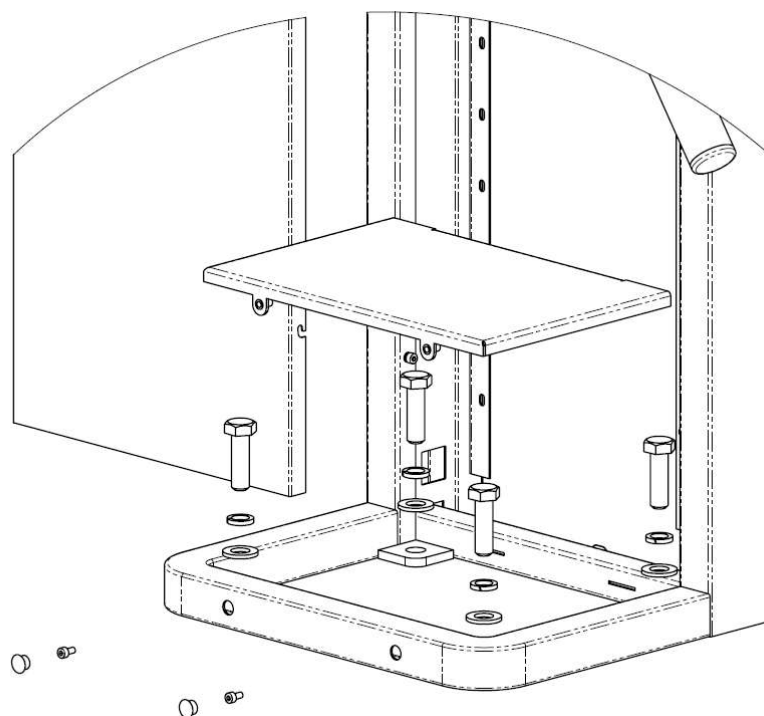

Рисунок 5 – Подготовка к установке турникета
4.2.8 Совместить отверстия в стойке турникета с анкерами в полу (Рисунок 5 – 1).
Закрепить стойку турникета 4 винтами (Рисунок 5 – 2), закрутив их в соответствующие анкера, используя ключ для винта с внутренним шестигранником S5.